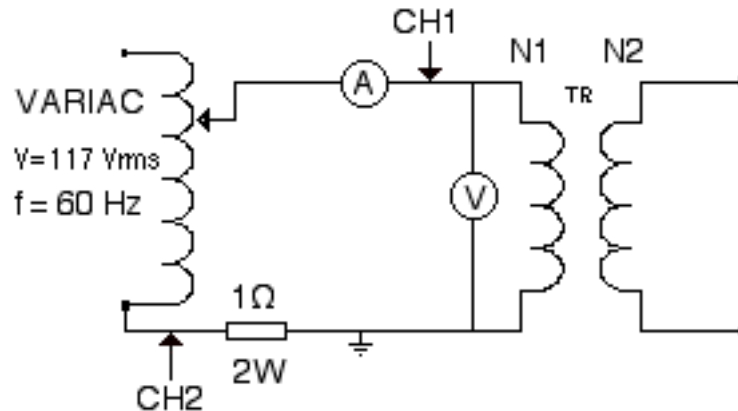

Figura 8.4. Circuito para realizar las pruebas en cortocircuito del transformador
- 22.- Para realizar las pruebas en cortocircuito del transformador, monte el circuito de la figura 8.4, colocando el osciloscopio en la configuración flotando.
- 26.- Observe que, según las conexiones mostradas en la figura 8.4, el canal CH1 del osciloscopio está midiendo el voltaje en el primario, y el canal CH2 está midiendo el voltaje sobre una resistencia de 1 Ω , proporcional a la corriente del primario, pero con la polaridad invertida, por lo que debe aplicar el control de inversión de este canal. Grafique la imagen observada en papel milimetrado, tome una foto de la pantalla del osciloscopio o copie el archivo correspondiente en un pen-drive, para luego incluirla en el informe.